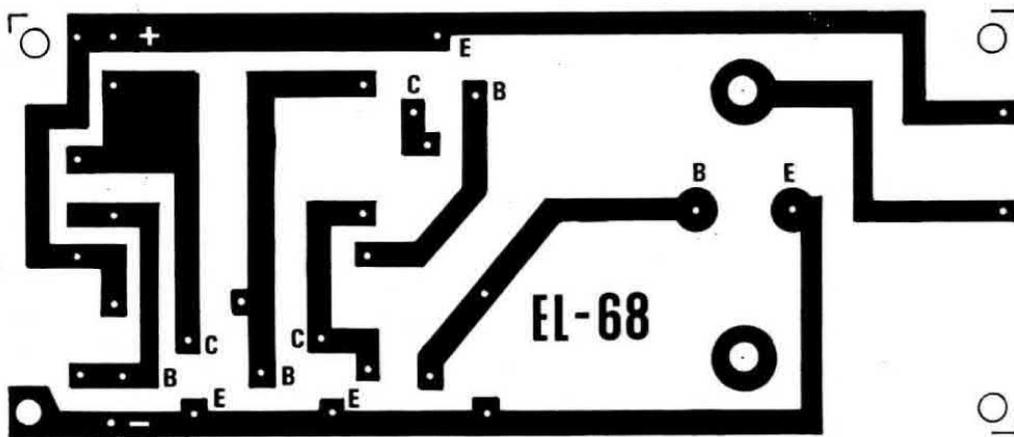

Fig. 2 Circuito stampato a grandezza naturale del lampeggiatore di emergenza.
**Fig. 2** Dei quattro NAND che compongono questo integrato, uno verrà impiegato separatamente (entrate piedini 1-2 uscita piedino 3) e tre per realizzare il circuito visibile di lato, cioè le uscite di due NAND collegate alle entrate dell'ultimo NAND. I terminali di uscita 11-6-8-3 sul quale inseriremo un voltmetro serviranno per controllare le « condizioni » 0 (non esiste tensione) o 1 (esiste tensione), secondo la tavola della verità che appare qui di lato.
Il montaggio di questo lampeggiatore è molto semplice: il circuito non presenta nessun punto critico e può quindi essere realizzato nel modo che preferite; non correrete in ogni modo il pericolo che il progetto non funzioni. Potrete quindi montarlo con il solito cablaggio a filo, oppure su circuito stampato; noi proponiamo, in fig. 2, un circuito stampato di nostra scelta, che il lettore potrà ricopiare ed incidere, dato che il disegno è a grandezza naturale.